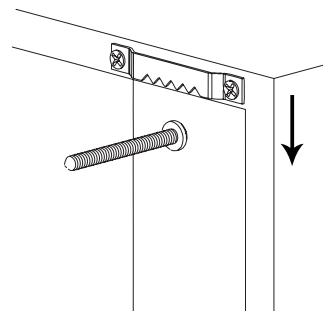

Figura 3
**PASO 3:** Cuelgue cada repisa al ubicar los ojos de la cerradura sobre los tornillos y al aplicar una ligera fuerza hacia abajo, como se muestra en la **Figura 3**.